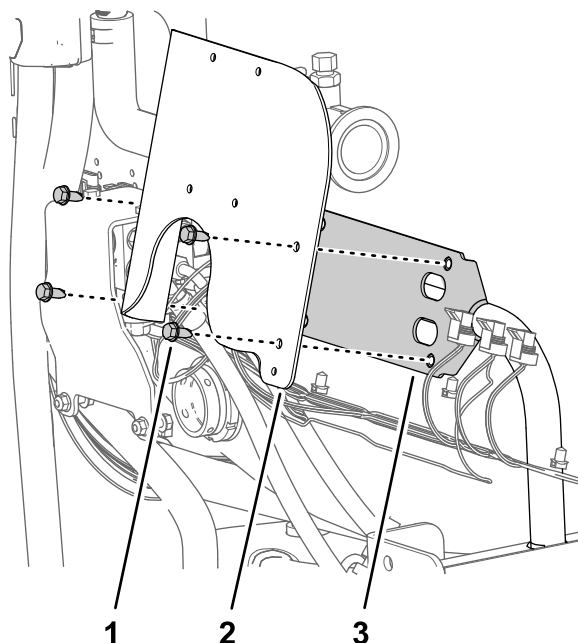

Рисунок 74
1. Совместите отверстия в кронштейне расходомера с отверстиями в опоре крепления клапанов (Рисунок 74).